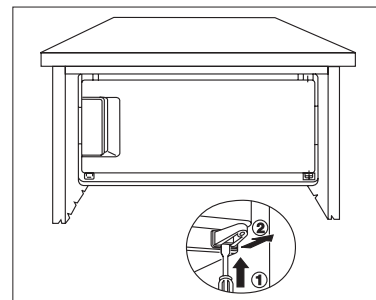

Bild 3
- Unteren Scharnierträger mit einem Schraubendreher aus der Halterung drücken. (Bild 3).